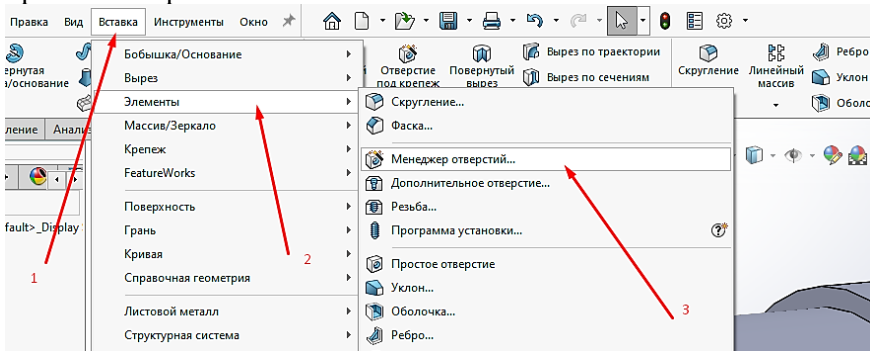

Рис. 4.7
7. Виконуємо центрові отвори (див. рис. 4.7) по аналогії з практичною роботою 3.